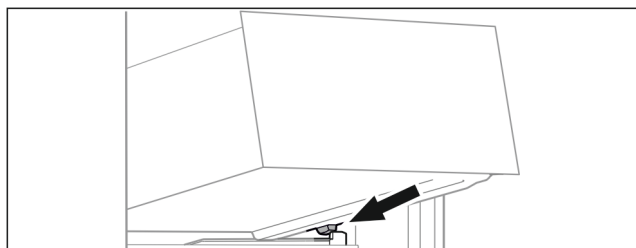

Fig. 91
- Nasad'te zásuvku šikmo za zarážky na žebrování na nádoby. (viz Fig. 91)